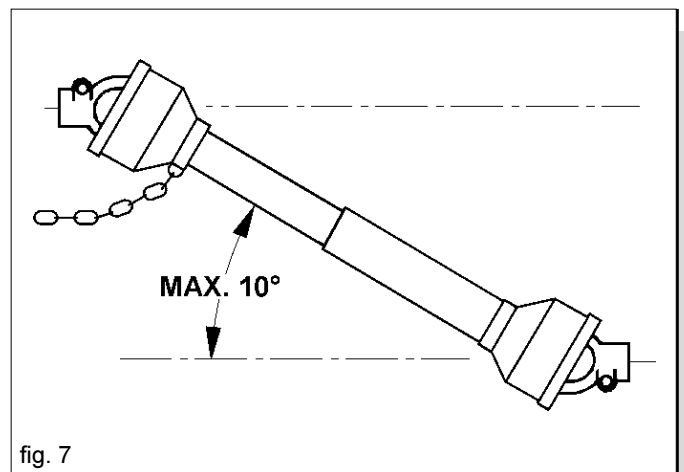

fig. 7
- 49) Disinserire, sempre, la presa di potenza quando l'albero cardanico supera un angolo di 10 gradi (Fig. 7) e quando non viene usata.